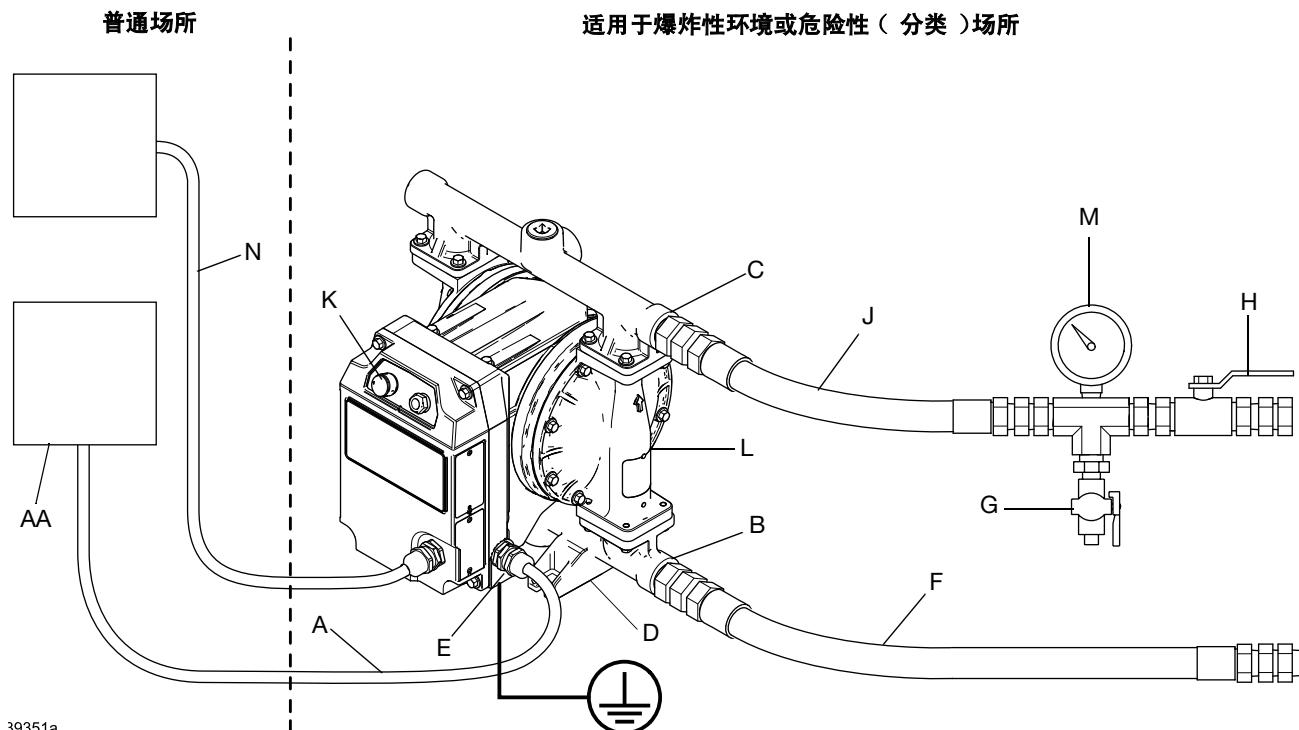

图 4：爆炸性环境或危险性(分类)场所的典型安装 (硬接线永久连接) (所示为 i30 (QTC) 型号)
注意：为正确填料，确保流体出口 (C) 安装在高于流体入口 (B) 的位置。请参见图 3 和图 4。
2. 将流体排放阀 (G) 安装在流体出口附近。请参见图 3 和图 4。
3. 将流体截止阀 (H) 安装到流体排放阀 (G) 下游的流体出口管路 (J) 中。